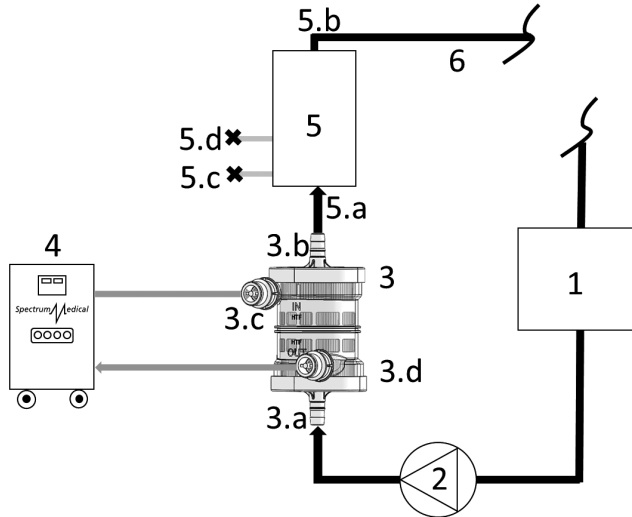

Fig 2.
- Controleer de aanwezigheid van de O-ring op de HTF-connectoren (ref. 3c en 3d Fig. 2).
4. Verwijder de bescherm doppen van de connectoren aan HTF-zijde van het hulpmiddel (ref. 3c en 3d Fig. 2).
5. Sluit de slangen van de thermocirculator Quantum Heater-Cooler System van Spectrum Medical (ref.4 Fig.2) via de vrouwelijke snelkoppelconnectoren op het hulpmiddel (ref. 3c en 3d Fig. 2) aan.
1. Sluit het hulpmiddel aan op het extracorporale circuit zoals in Fig. 2 is weergegeven.
2. Plaats het hulpmiddel tussen de arteriële pomp (ref. 2 Fig. 2) en de ingang van de oxygenator (ref. 5 Fig. 2) zoals aangegeven in Fig. 2.
3. Verwijder de beschermcap van de bloedingsconnector (ref. 3a Fig. 2).
5. Verwijder de beschermcap van de bloeduitgangconnector (ref. 3b Fig. 2).